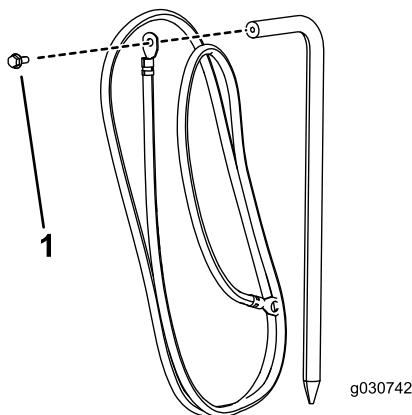

Figura 4
1. Conecte a haste ao cabo negativo da bateria com um parafuso (M6), como mostrado na Figura 4.
1. Conecte a haste ao cabo negativo da bateria com 1 parafuso (M6), como mostrado na Figura 4.